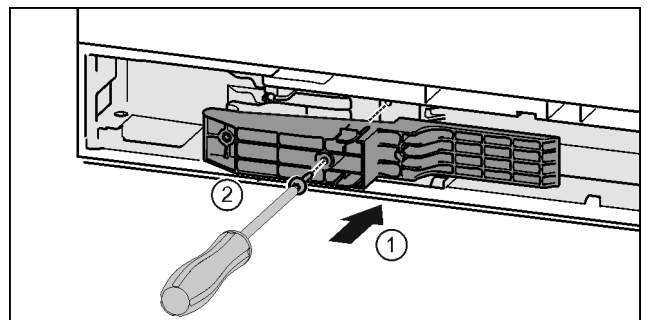

Fig. 45 \*
- ▶ Futni pjesën përshtatëse në fole në anën e dorës. Fig. 45 (1)\*
- ▶ Mbërtheni fort vidat me një kaçavidë T15. Fig. 45 (2)\*